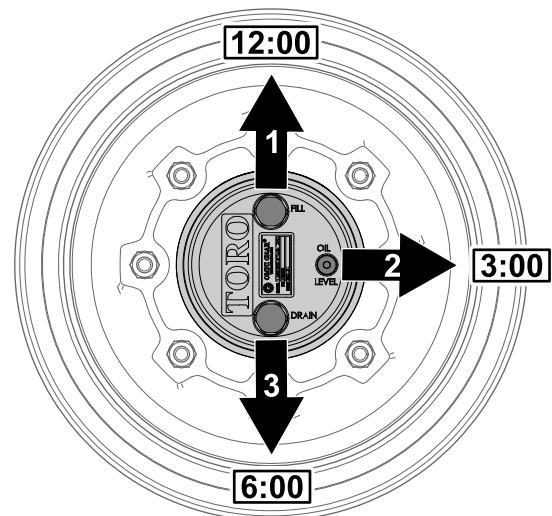

Figure 72
1. Garez la machine sur une surface plane et horizontale, puis tournez la roue de sorte que le bouchon de remplissage soit à la position 12 heures, le bouchon de contrôle soit à la position 3 heures et le bouchon de vidange soit à la position 6 heures (Figure 72).
2. Retirez le bouchon de contrôle à la position 3 heures (Figure 72).
soit à la position 6 heures ; voir Figure 72 sous **Contrôle du niveau de lubrifiant du train planétaire** (page 77).